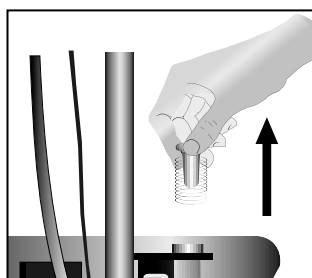

Figura 37
- Sin presionarlo contra la pila, retire el espiral del encendedor electrónico (Ver figura 37).